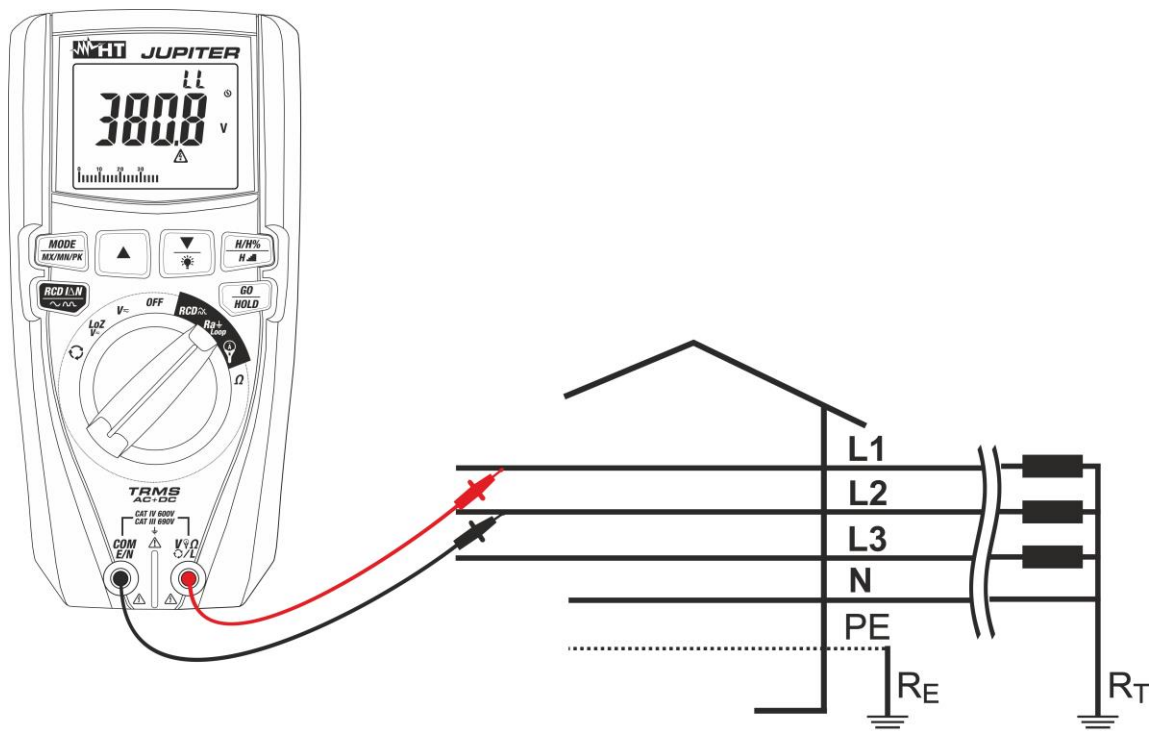

Fig. 27: Uso dello strumento per misura impedenza Loop L-L con puntali
9. **Per misura di Loop L-L** in caso di uso dei puntali di misura inserire il conduttore rosso nel terminale di ingresso $V_{\Omega L}$ e il conduttore nero nel terminale di ingresso **COM/E/N** e collegare lo strumento all'impianto in esame (vedere Fig. 27). Il valore della tensione Fase-Fase è mostrato a display